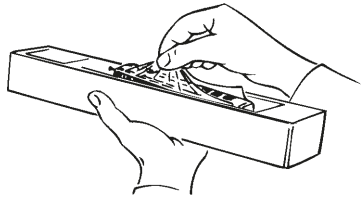

Fig. 2
**Aufrüstung:** Sie können für Ihren Fahrbetrieb unter verschiedenen Kupplungen wählen (Fig. 2). Wir empfehlen den Einsatz der **ROCO-Kurzkupplung**. Im beigelegten Zurüstbeutel finden Sie auch kleine vorbildgetreue Steckteile für eine erweiterte Aufrüstung Ihres Modells (Fig. 2), die Sie bitte **vorsichtig montieren. Achtung!** Kleben nur mit ausdrücklichem Hinweis.
**Fittings:** Operation is possible with different couplings (fig. 2). We recommend using the Roco close coupling. In the enclosed accessory bag you will find small kits to be fitted on your locomotive. Please **mount them cautiously**.
**Attention!** Use glue only if indicated (fig. 2).
**Les attelages:** En vue d'une exploitation pratique sur votre réseau vous pouvez choisir parmi plusieurs types d'attelages conformes aux différents systèmes d'attelage pratiqués en H0 (voir fig. 2). Nous vous recommandons l'emploi de **l'attelage court Roco**. Le sachet joint comprend entre autres des petites pièces de finition conformes à la réalité et **à rapporter avec précaution** par le modéliste (fig. 2), si désiré. **Attention:** N'utilisez de la colle qu'aux endroits expressément indiqués aux des-sins!